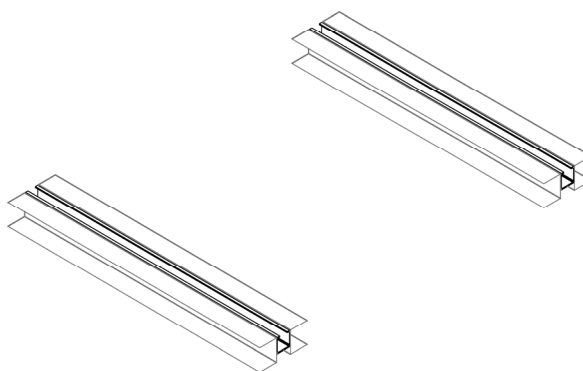

Рис. 2
- Прикрепить к траверсам направляющий профиль ПН 50х40мм с помощью самонарезающего винта с пресс-шайбой и сверлом (рис.2)